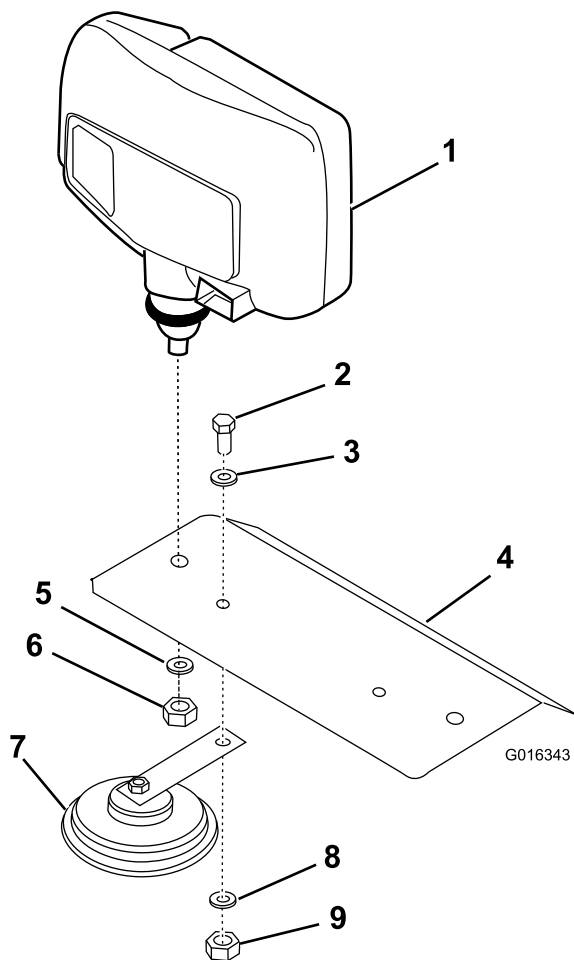

Bild 8
7. Befestigen Sie die Hupe und den linken Scheinwerfer mit einer Sechskantschraube, zwei Scheiben (M8-20) und einer Sicherungsmutter (M8) an der linken Lampenhalterung (Bild 8).